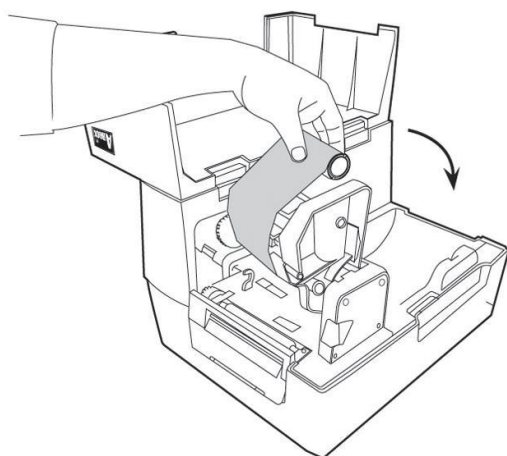
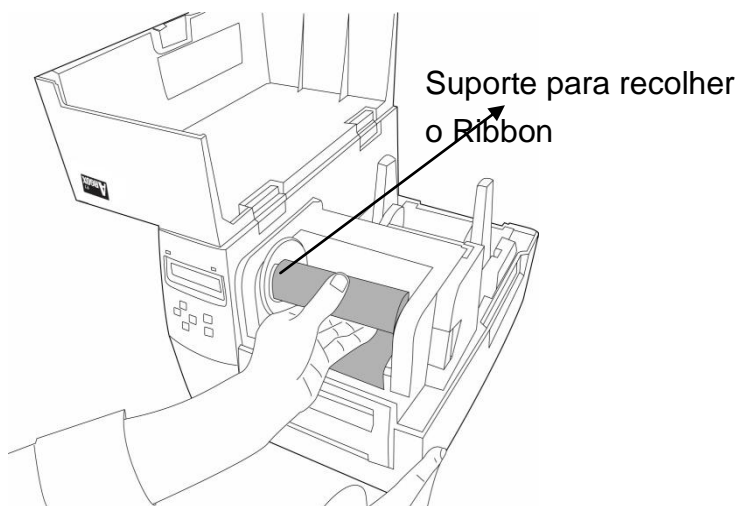

Figura 7-1
Figura 7-2
67. Coloque o módulo da cabeça de impressão para baixo e insira o tubete vazio no suporte de captação (figura 7-1). Primeiro encaixe o lado direito e em seguida o lado esquerdo (figura 7-2)